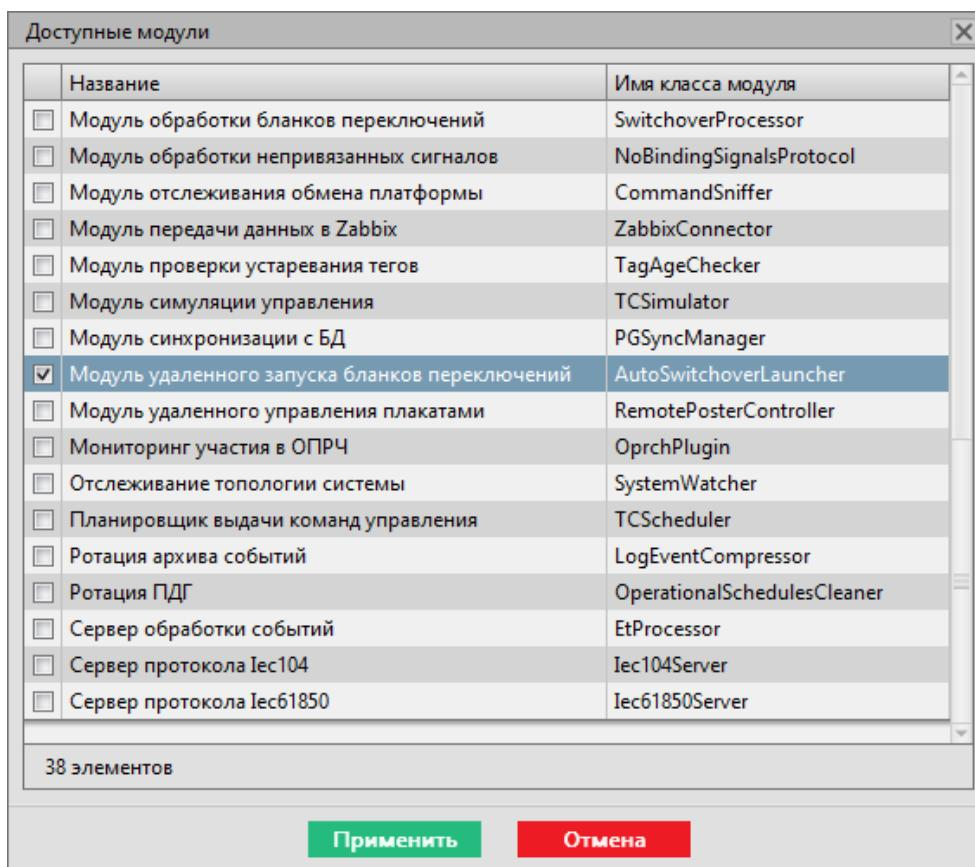

Рисунок 171 - Добавление модуля удаленного запуска бланков переключений
5. Перейдите на вкладку **Настройки узла** и добавьте **Модуль удаленного запуска бланков переключений** в сервисный узел(ы) (*Redkit_System_Service* или *Redkit_Master* и *Redkit_Slave*, в зависимости от типа конфигурации) (Рисунок 171).